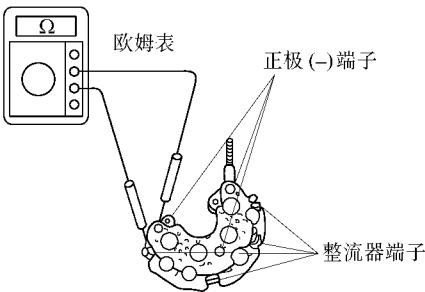

图 7-25 将测试棒的极性反过来检查导通情况
②将测试棒的极性反过来，检查导通情况，应是一种情况导通，另一种情况不导通，如图 7-25 所示。